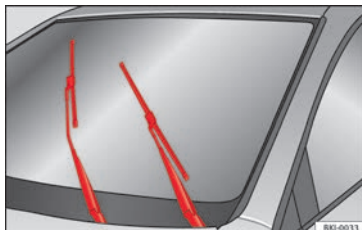

Fig. 91 Limpiaparabrisas en posición de servicio.
- Conecte y desconecte el encendido y a continuación (antes de aproximadamente 9 segundos) desplace la palanca del limpiaparabrisas hacia abajo (barrido breve). Las escobillas se desplazan hasta la posición de servicio » **fig. 91**.